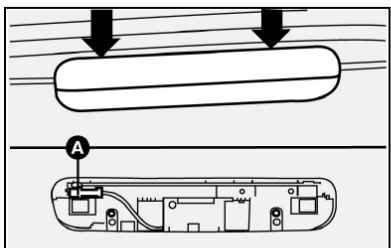

fig. 55
- 1) pressionar os locais indicados pelas setas **fig. 55** na tampa plástica do brake-light, que se encontra sobre o compartimento de bagagem. Retirar a tampa, puxando-a;